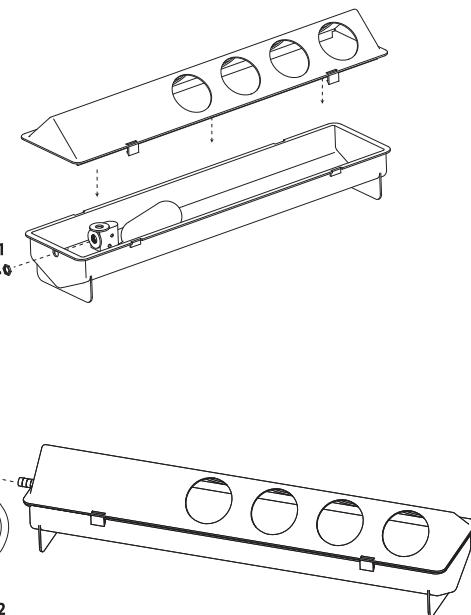

Figure 2
8. Raccordez le filtre en ligne au tuyau en coupant à n'importe quel endroit sur le tuyau (voir Figure 2).